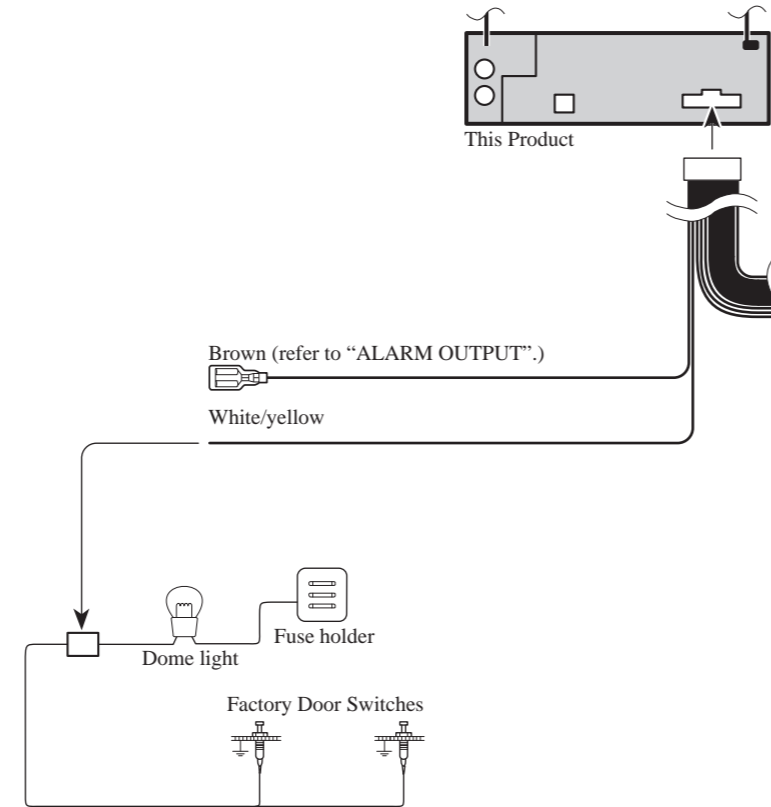

Fig. 4
■ **White/yellow (DOOR SWITCH)** (Fig. 4 & 5)